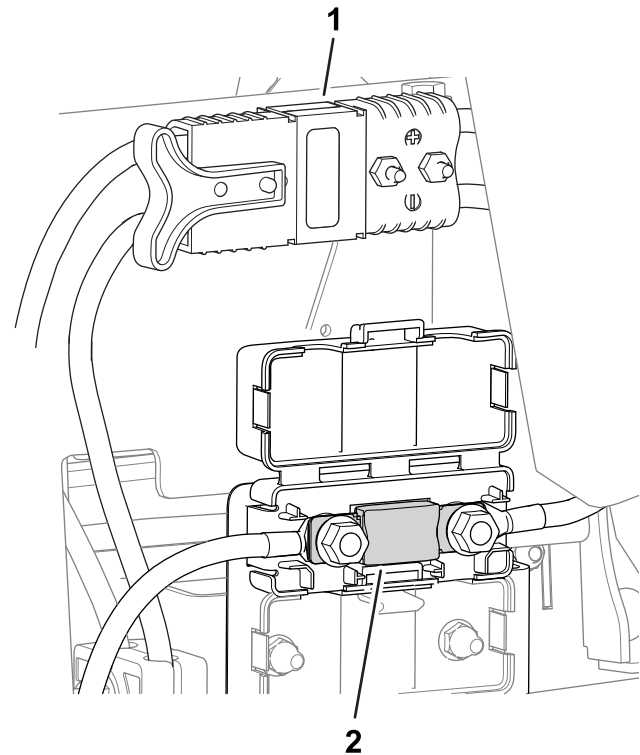

図 47
- 回路保護用のヒューズは主電源コネクタの下にあります 図 47。